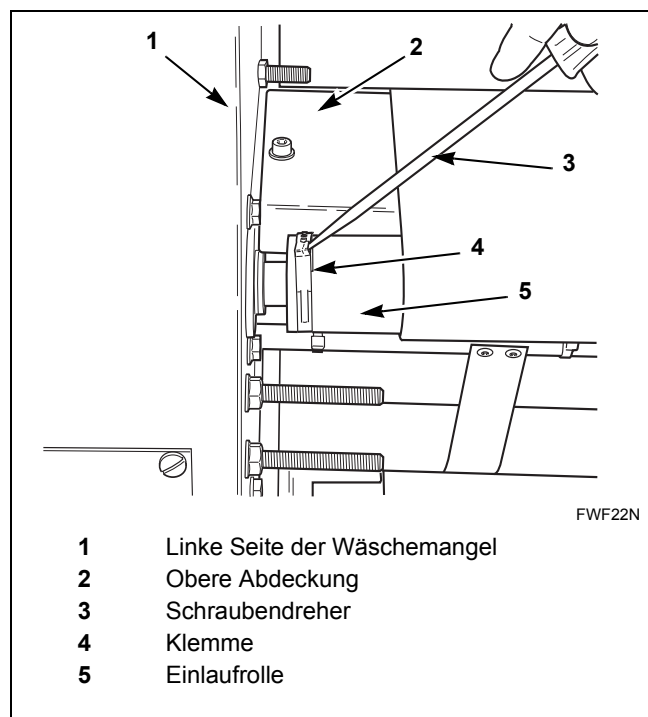

Abbildung 23
1. Öffnen Sie die Klemme am linken Ende der Einlaufrolle mithilfe eines herkömmlichen Schraubendrehers. Siehe *Abbildung 23*.